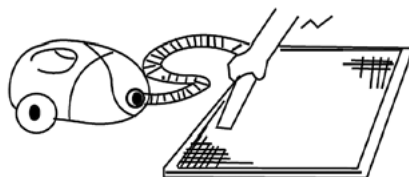

Рис. 1
3. Очистите фильтр с помощью пылесоса. Если фильтр сильно загрязнен, сполосните его водой. Рис. 1,2.